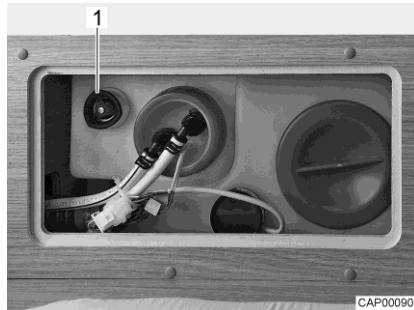

Bild 88 Vattentank med ratt
- Vrid ratten (Bild 88,1) på vattentanken medurs till stoppläget.
- Vrid ratten (Bild 88,1) på vattentanken moturs till motståndet. Vattnet rinner ut tills ca 20 liter är kvar.